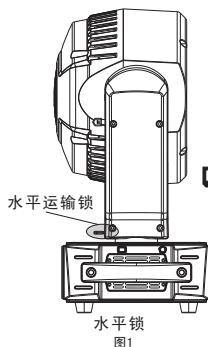

图1
1. 断开电源，使之冷却，可伸缩的调焦镜头回位-图1。
2. 调整头部和手臂，锁上水平运输锁-图1（锁定和释放机制(每90°)-图2）。